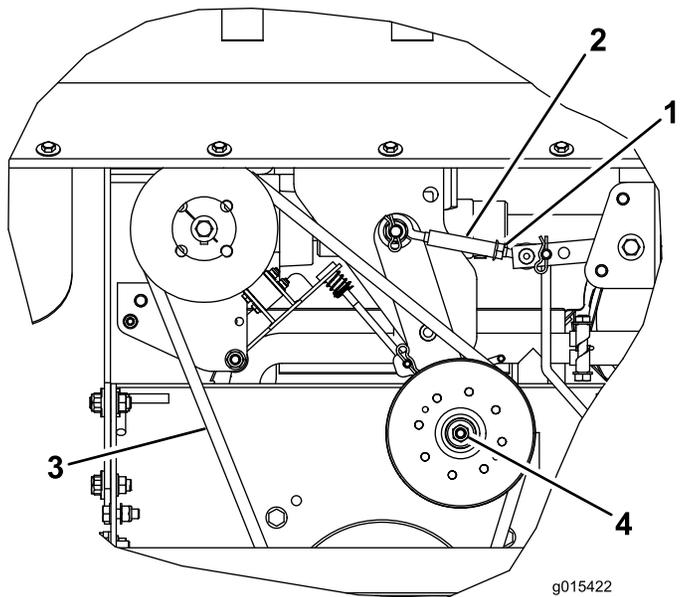

Figura 10
Ispezionate visivamente la cinghia (Figura 10) per verificare la presenza di sporco, usura, crepe e segnali di surriscaldamento. Se la cinghia è eccessivamente usurata o mostra segni di danneggiamento, sostituite la cinghia.
Nota: Figura 10 mostra la cinghia vista dal basso, ma è possibile controllare, regolare o sostituire la cinghia sia dall'alto che dal basso dopo aver rimosso la corrispondente protezione.
La tensione adeguata della cinghia del tosaerba è di 4,5 kg di forza per flettere la cinghia di 13 mm nel punto intermedio dell'arco più lungo (Figura 10).
- A. Allentate il dado di bloccaggio (Figura 10).